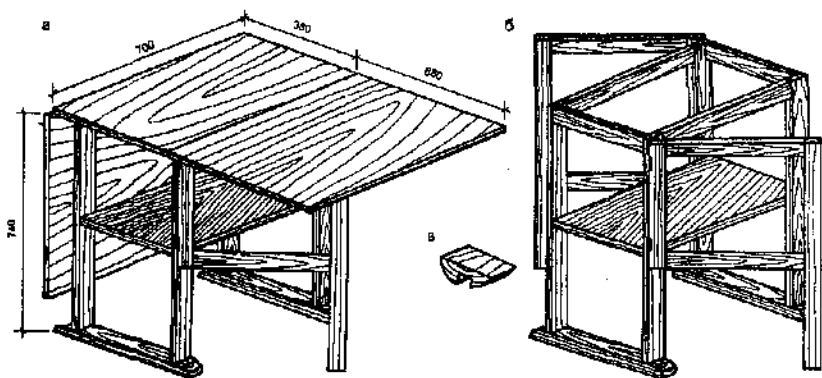

Рис. 201. Обеденный складной стол с откидывающимися крышками (стол-книга): а — общий вид; б — каркас; в — упор
**Стол-книга.** Большим обеденным столом пользуются нечасто, и потому одной из наиболее удачных конструкций является стол с откидывающимися крышками — стол-книга. Форма крышек и ножек может быть любой. Один из вариантов стола-книги показан на рис. 201. Крышки крепят между собой рояльными петлями или на двух-трех навес-